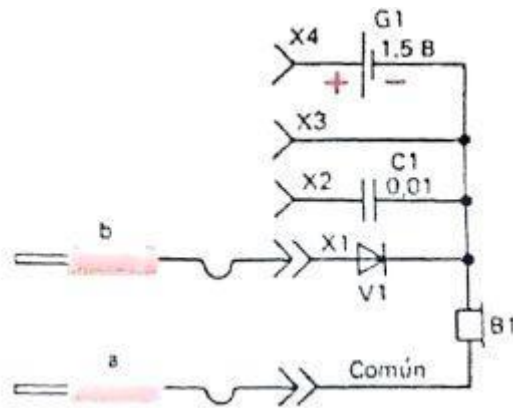

*Figura 98. Probador universal*
**Probador universal.** Valiéndote del probador cuyo esquema y estructura se dan en la Figura 98, puedes probar no sólo los elementos y los contactos, sino también "auscultar" el funcionamiento de muchos circuitos de los receptores o amplificadores.